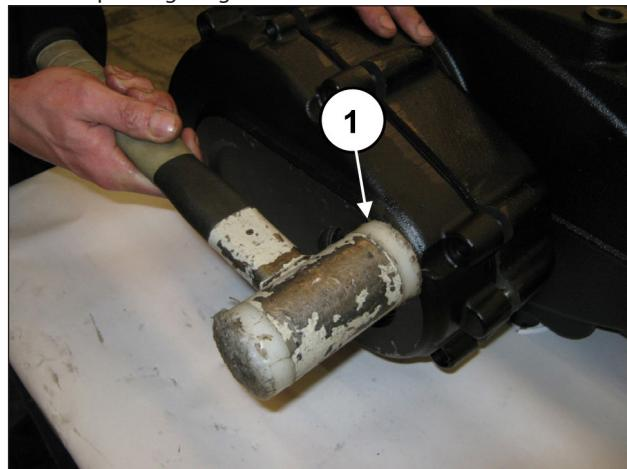
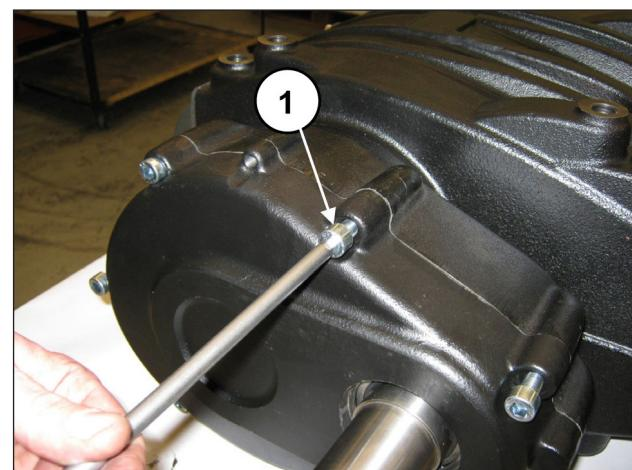

Abb. 89
Abb. 90
Montieren Sie den Getriebedeckel mit dem Schlagwerk (Pos. ①, Abb. 89) und befestigen Sie den Deckel anhand von 7 Schrauben M10x40 (Pos. ①, Abb. 90).